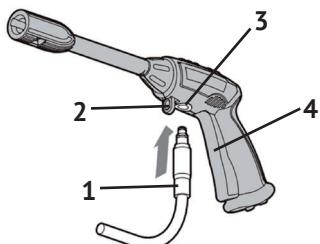

рис.2
7.1.4 Подключение шланга высокого давления к пистолету (см. рис.2):
- нажать (в сторону курка) защёлку (рис.2 поз.2);
- вставить во входной штуцер пистолета (рис.2 поз.3) разъём шланга высокого давления (рис.2 поз.1);